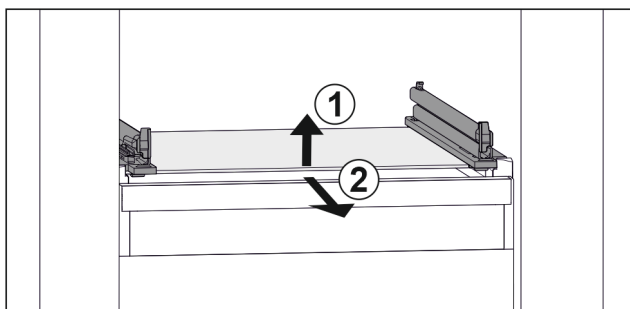

Fig. 114 Przykładowa prezentacja płyty szklanej
- ▶ Unieść płytę szklaną z przodu. Fig. 114 (1)
- ▶ Wyjąć płytę szklaną do przodu. Fig. 114 (2)